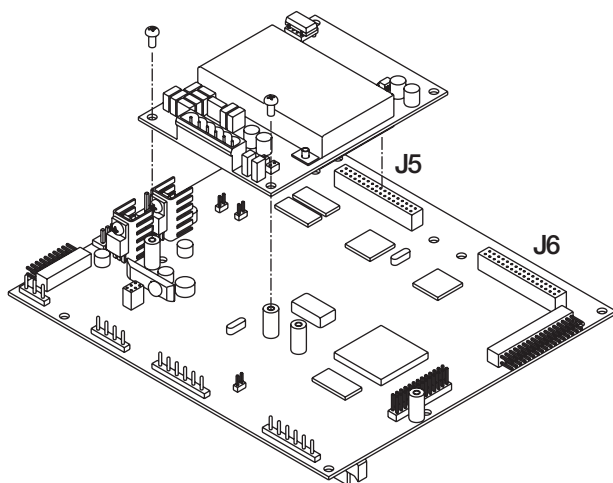

Figura 2-9. Instalação da Placa Opcional na Placa de CPU
2. Alinhe cuidadosamente o conector grande da placa opcional com o conector J5 ou J6 na placa de CPU (veja a Figura 2-9). Pressione para baixo para assentar a placa opcional no conector da placa de CPU.
3. Utilize os parafusos fornecidos no kit para prender a outra ponta da placa opcional nos distanciadores roscados da placa de CPU (veja a Figura 2-9).